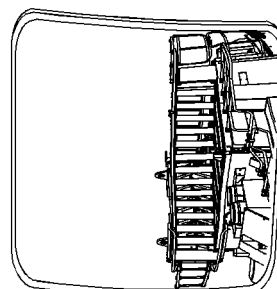

Ilustración 58
Ajuste el espejo frontal (3) de modo que se pueda ver el conjunto de escalera en la parte frontal de la máquina desde el asiento del operador. Vea la ilustración 58.